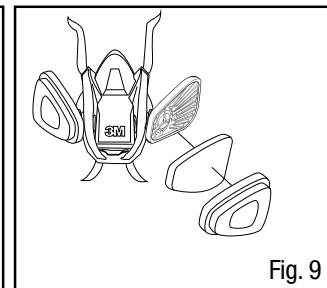

Fig. 9
3. Placer le filtre dans le dispositif de retenue 501, en plaçant le texte imprimé sur le filtre face à l'adaptateur 603. Enclencher ensemble et s'assurer que le joint d'étanchéité du filtre est exempt de plis ou de jours (Fig. 9).